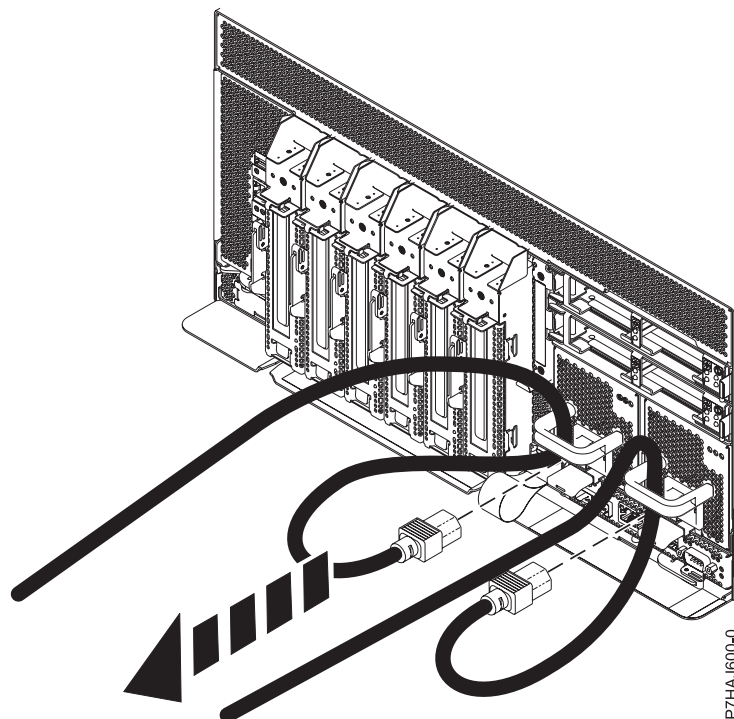

Figura 60. Extracción de los cables de alimentación
3. Desconecte los cables de alimentación de la unidad del sistema, como se muestra en la Figura 60.